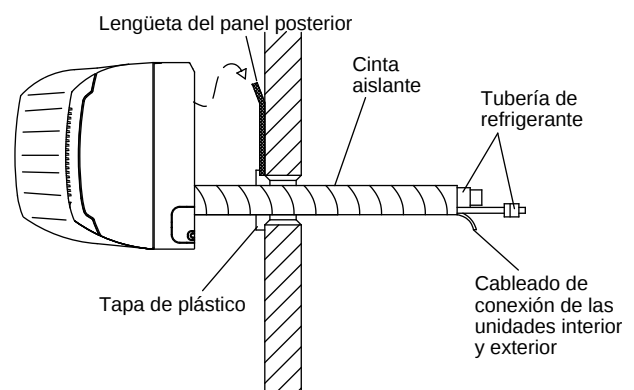

Fig. 3-29
- (1) Dé forma a los tubos de refrigerante de manera que puedan entrar fácilmente por el agujero. (Fig. 3-29)